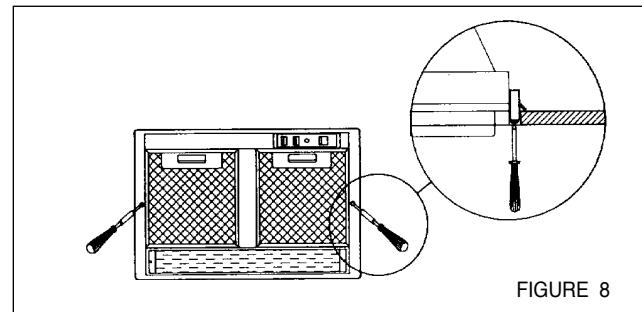

FIGURE 8
6. Resserrer les vis à l'aide d'un tournevis à lame plate pour fixer la hotte à l'armoire de façon sécuritaire, tel qu'il est indiqué à la FIGURE 8.